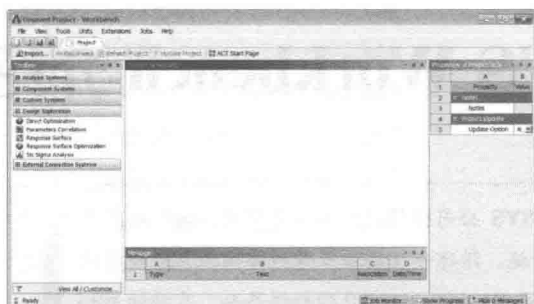

图 1-1 ANSYS Workbench 17.0 界面
在安装好 ANSYS Workbench 17.0 的计算机上, 只需要单击启动程序图标或快捷方式就可以打开 ANSYS Workbench 17.0 启动界面; 单击“OK”按钮, 关闭“Getting Started”对话框后, 可以看到完整的软件界面, 如图 1-1 所示。该界面上包括如下几个部分。
- 标题栏——位于界面顶部, 显示待分析项目的名称 (图 1-1 中显示的名称为“Unsaved Project Workbench”)。